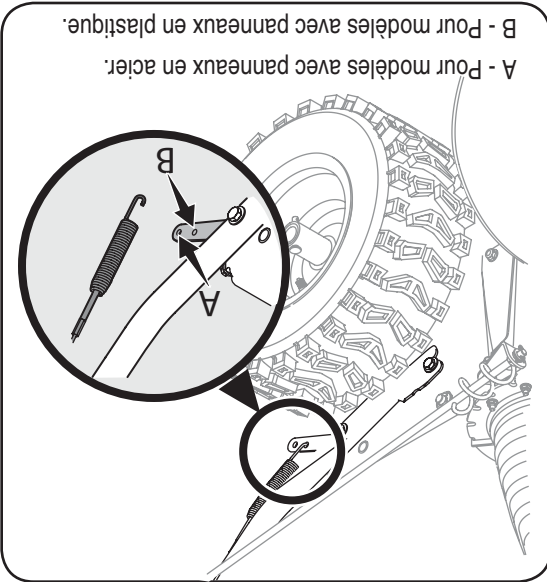

Figure 3-12
- Débrayez la commande et placez-la en position «relevée» (voir la Figure 3-11B). Le câble doit présenter très peu de jeu sans toutefois être tendu. Voir la Figure 3-12.
- Pour ajuster à nouveau le câble de commande, décrochez le ressort (sur l'extrémité du câble de la tarière) du support de l'actionneur. Voir la Figure 3-12.